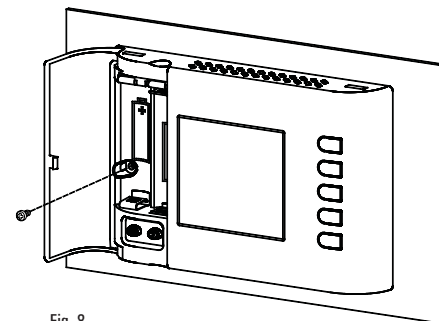

Fig. 8
- 5 Fissare il corpo del termostato alla piastra a muro tramite la vite in dotazione che trova sede all'interno del vano portavite (Fig. 8).